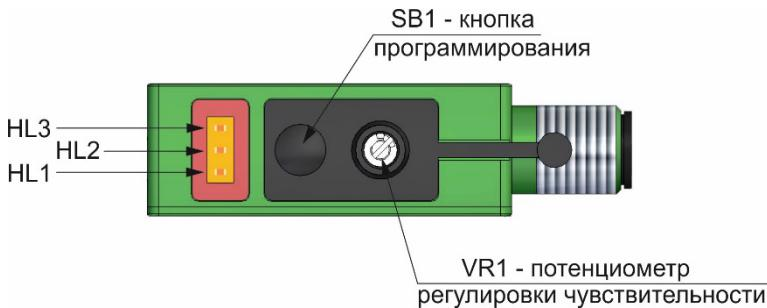
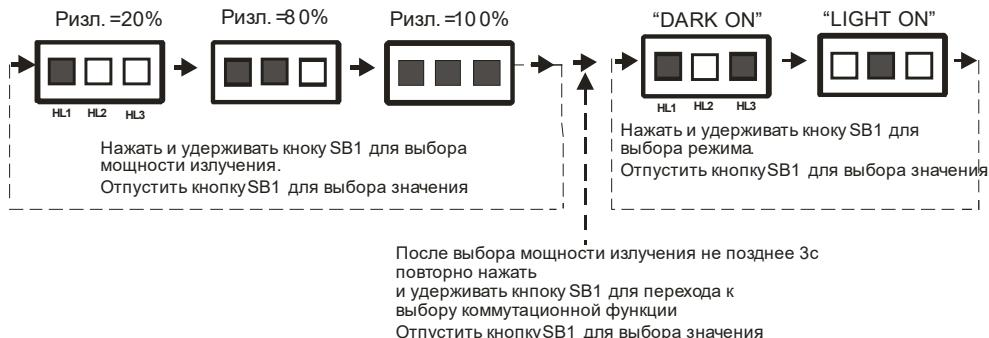

Рисунок 2 – Панель настройки и регулировки
Рисунок 4 - Работа индикаторов при настройке выключателей
3.6 Выключатель имеет панель настройки и регулировки, которая показана на рис. 2. На панели расположены: светодиодные индикаторы режима работы HL1, HL2, HL3; кнопка программирования, закрытая мембраной; потенциометр регулировки чувствительности, защищенный съемной заглушкой.
- 2) Нажать и удерживать кнопку программирования SB1 в течение 5-7с. Излучатель перейдет в режим программирования. Продолжить удерживать кнопку SB1. В окне индикации режимов (см. рис.2) светодиоды HL1, HL2, HL3 начнут поочередно загораться в соответствии с рис. 4, индицируя режим 20%, 80%, и 100% мощности.
6) Продолжить удерживать кнопку SB1. В окне индикации режимов светодиоды HL1, HL2, HL3 начнут поочередно загораться в соответствии с рис. 4, индицируя режим DARK ON или режим LIGHT ON.